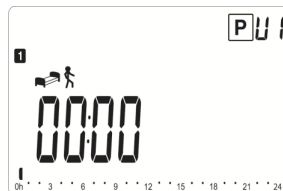

Fig. 16
- 4) Apăsați tasta (OK) timp de 1 sec;
- 5) Apăsați (OK) pentru a confirma alegerea; va fi afișat ecranul din Fig. 16.